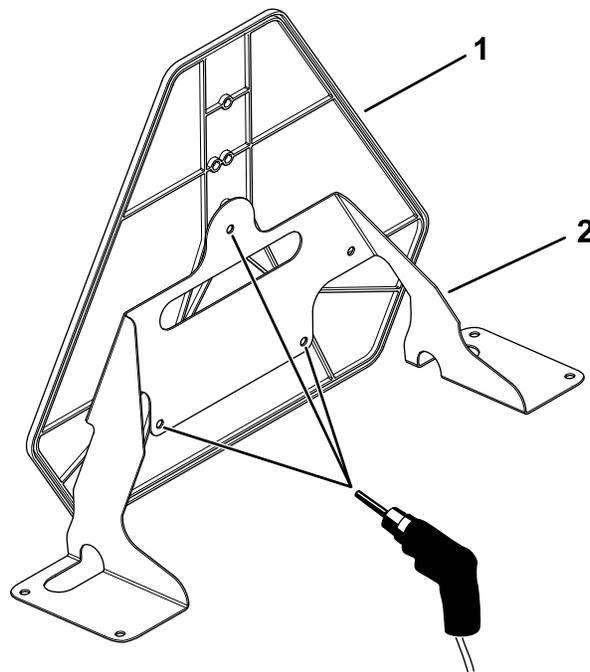

Figure 21
7. En vous servant du support de feu de position comme gabarit, percez 3 trous (5/16 po) dans le panneau « véhicule lent » (Figure 21).